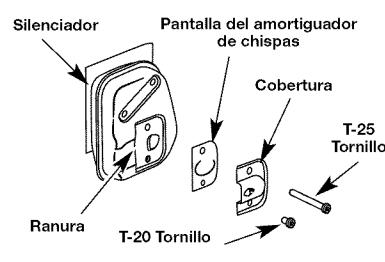

Fig. 33
2. Con un destornillador de vástago plano o broca Torx T20 y Torx T25, saque el 2 tornillo que conecta la cubierta del amortiguador de chispas al silenciador (Fig. 33).